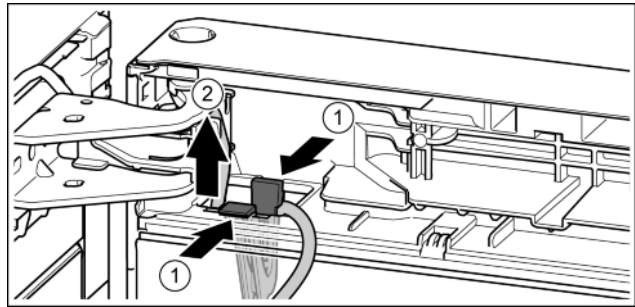

Fig. 23
- ▶ Lasche drücken. Fig. 23 (1)
- ▶ Kabelhalter mit daran befestigtem Kabel herausziehen. Fig. 23 (2)